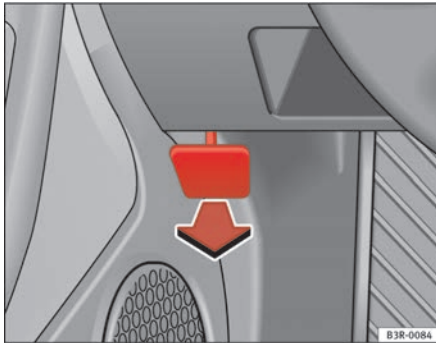

Abb. 162 Ausschnitt aus dem Fußraum auf der Fahrerseite: Entriegelungshebel für die Motorraumklappe
- Ziehen Sie den Hebel unterhalb der Instrumententafel ⇒ Abb. 162 in Pfeilrichtung.